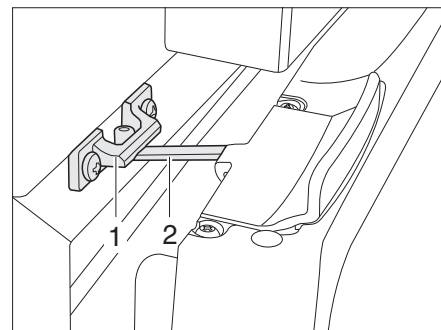

Fig. 362 Porte du réfrigérateur en position de ventilation (Thetford)
- Ouvrir le verrouillage (Fig. 362,2) et l'enclencher dans le logement de verrouillage (Fig. 362,1). La porte du réfrigérateur reste ainsi légèrement ouverte.